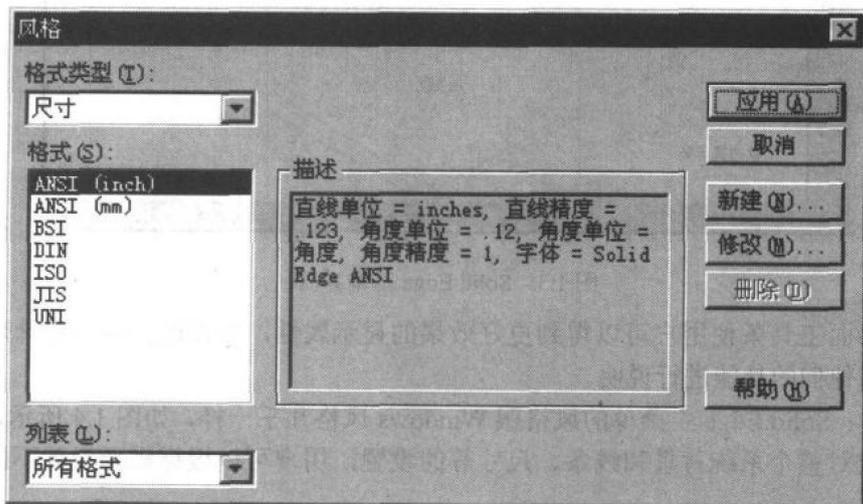

图 1.6 风格设置
- ① 单击主菜单中【格式】→【风格】选项，弹出如图 1.6 所示风格设置对话框。